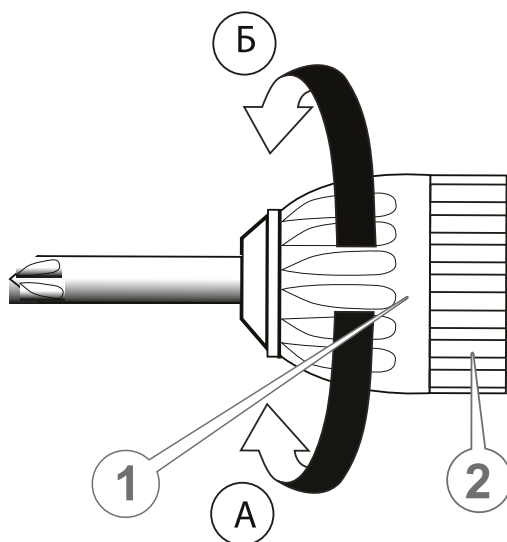

Рисунок 2. Схема встановлення кінцевого інструменту.
2. Відкрити затискні кулачки патрона відповідно до діаметра хвостовика змінного кінцевого інструменту: утримуючи однією рукою патрон виробу, повернути другою рукою обойму (1, рис. 2) затискного патрона в напрямку стрілки (Б, рис. 2);
- повернути рукою муфту затискного патрона в напрямку стрілки (А, рис. 2) і надійно зафіксувати кінцевий інструмент в патроні;